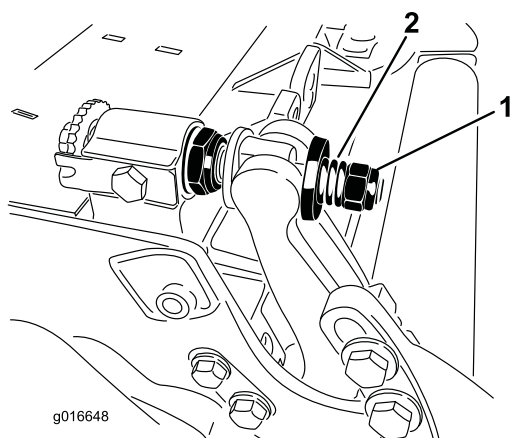

図 31
- 外側のスチール製ワッシャが手で回せなくなるまで、左右のロックナットを均等に締め付ける。その位置から、スチール製ワッシャが手で回せるようになるがベッドバーとのあそびは全く無い状態までロックナットをゆるめる [図 31]。
10. 各ベッドバーアジャスタ・アセンブリを締め付けて圧縮スプリングを完全に圧縮し、そこから1/2回転だけ戻す 図 31。